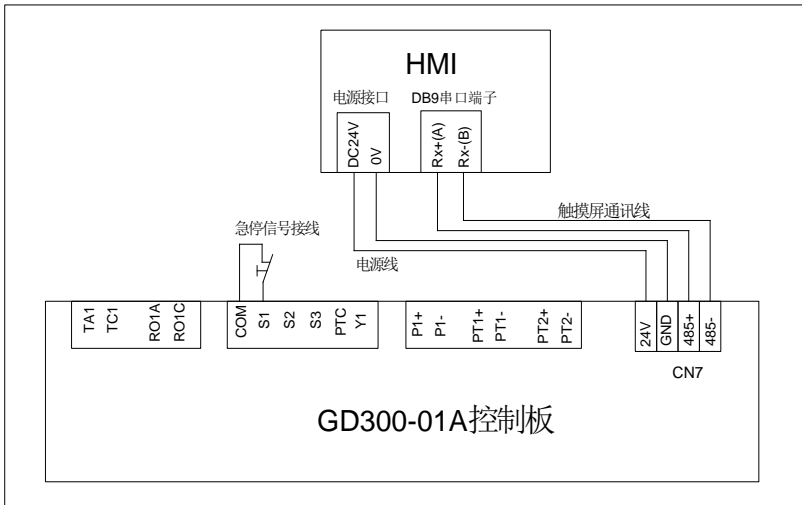

图 B-60 触摸屏标配线缆连接图
**注意：**电源线需按图 B.60 所示，将触摸屏电源接口与 GD300-01A 控制板 CN7 连接。